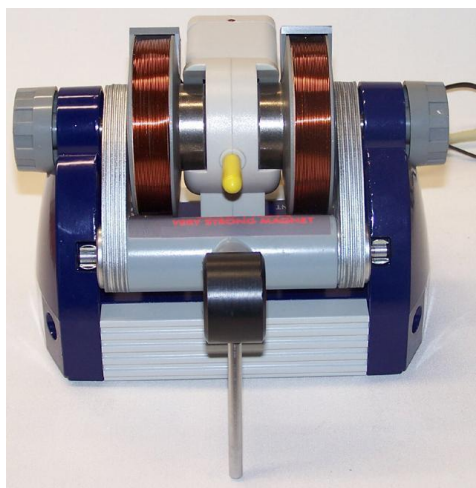

Fig. 2 : Console avec échantillon de glycérine inséré
- Insérez l'échantillon de glycérine (capuchon jaune) dans le récepteur d'échantillon (voir Fig. 2).